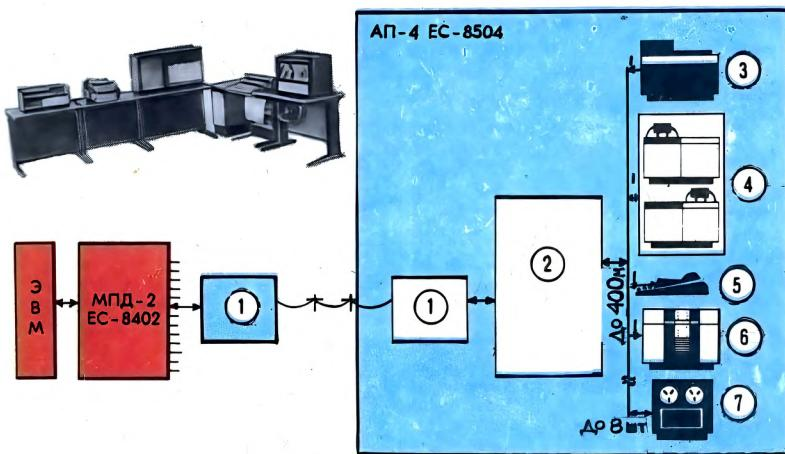

Рис. 2. Абонентский пункт ЕС-8504 (АП-4) обслуживает большое производство или несколько предприятий.
Вести передачу информации со скоростью 100 бит в секунду на большие расстояния невыгодно, поэтому АП-70 чаще всего подключается к более мощному абонентскому пункту — АП-4 (рис. 2). В его оборудование входит перфокарточный ввод (3), перфоленточный ввод-вывод (4), пишущая машинка (5), алфавитно-цифровое печатающее устройство (6) и восемь магнитных ленточных накопителей (7). Информация от АП-70 или любого устройства вывода может вестись прямо в канал связи с ЭВМ или записываться на магнитную ленту, а затем передаваться блоком. На АП-4 ручки информации сливаются в мощный поток, и для связи с ЭВМ используется некоммутируемая (если